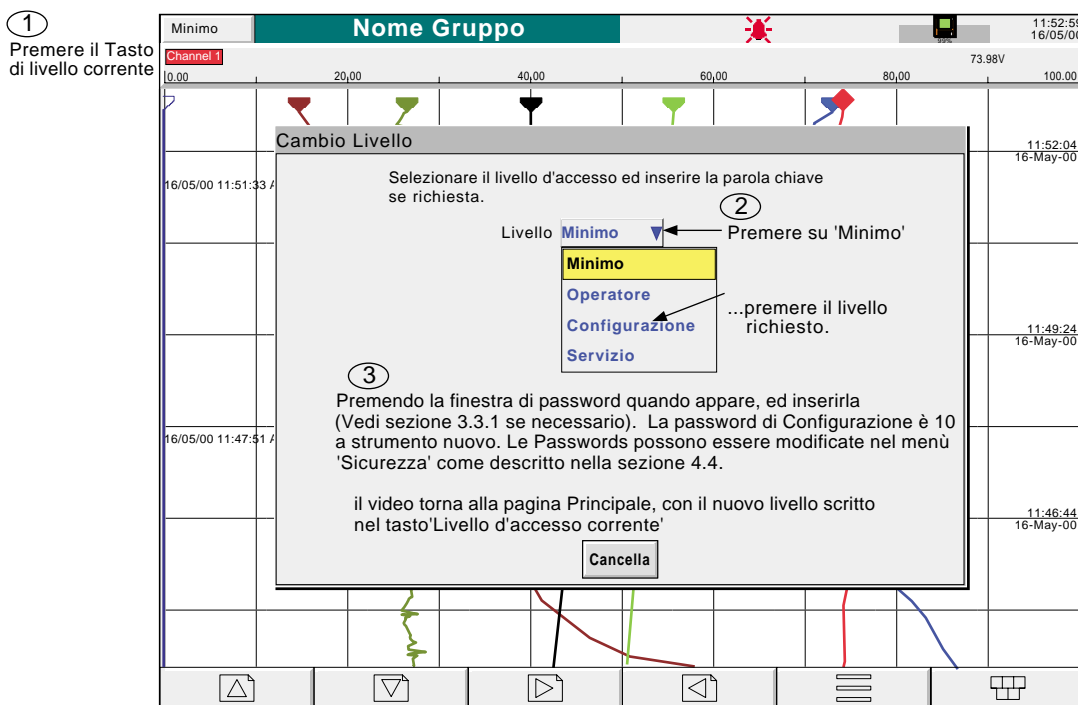

Figura 3.3.1a Accesso alla Configurazione
- 1 Come mostrato in figura 3.3.1a, dopo l'inizializzazione, premere il tasto di Livello corrente